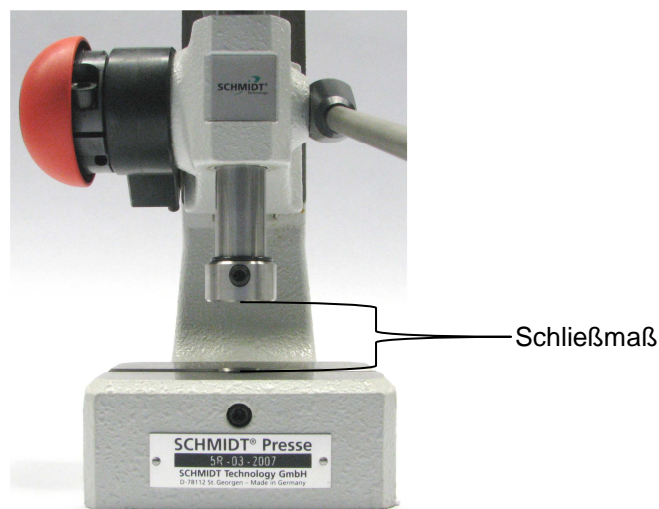

Abbildung 2
2. Nun muss das Schließmaß der Presse voreingestellt werden. Bei Erreichen der Einpresstiefe sollte die Presse auf einen Anschlag fahren, um ein „Überpressen“ der Messerleiste zu vermeiden (siehe Abbildung 2).